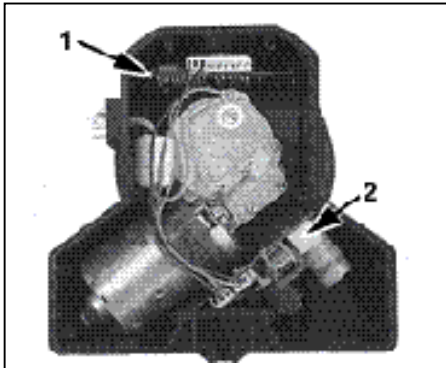

Рис.20. Блок управления
- Блок управления 1 Рис.20 и блок питания вмонтированы в корпус